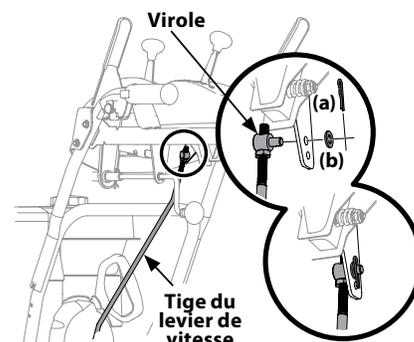

Figure 2-32
8. Retirez la goupille fendue (a) et la rondelle (b) de la virole sur l'extrémité de la tige du levier de vitesse. Voir l'encadré dans la Figure 2-32.
10. Insérez la virole dans le trou supérieur du levier de vitesse et fixez-la à l'aide de la goupille fendue (a) et de la rondelle (b) retirées à l'étape 8. Voir Figure 2-32. Il peut être nécessaire d'ajuster la virole vers le haut ou le bas.